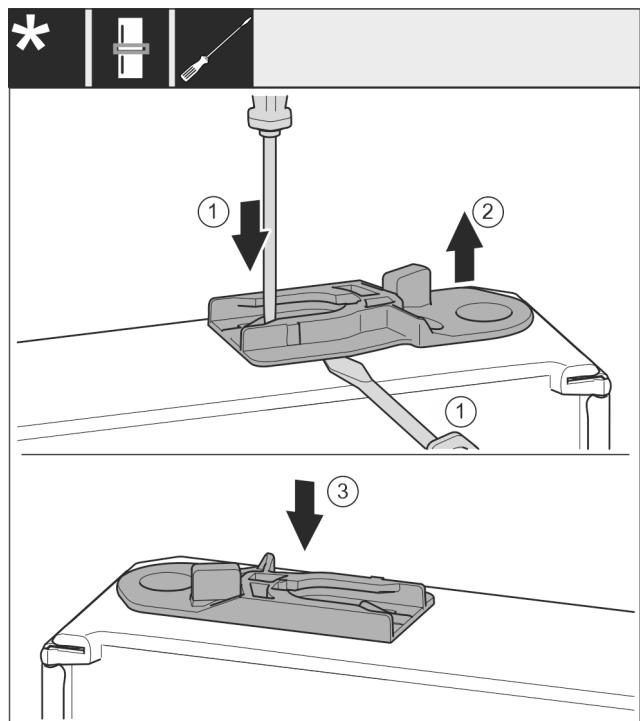

Fig. 36
- ▶ Führungsbuchse herausziehen: Lasche mit Schlitzschraubendreher drücken und gleichzeitig mit Schlitzschraubendreher unter Führungsbuchse fahren. Fig. 36 (1, 2)
- ▶ Im Lieferumfang beiliegende Führungsbuchse auf anderer Gehäuseseite einschieben. Fig. 36 (3)